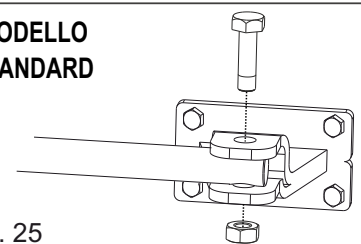
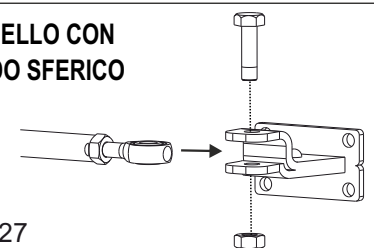

Fig. 25
Fig. 27
- Fissare lo stelo sull'attacco anteriore serrando l'apposita vite - Fig. 25 oppure Fig. 27